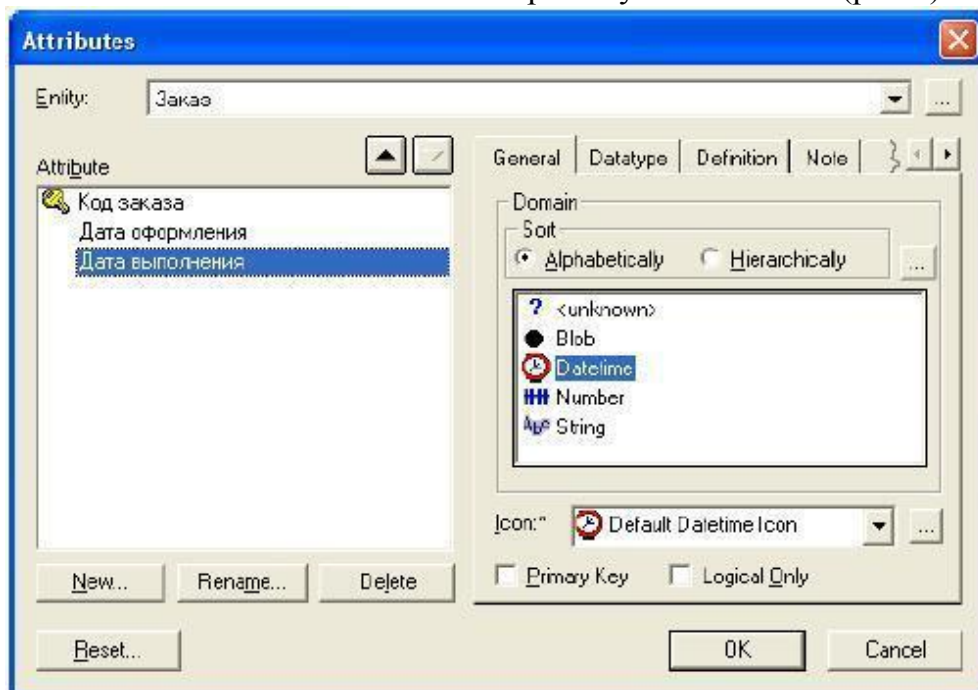

Рисунок 4. Окно атрибутов выбранной сущности
- После создания сущности ей нужно задать атрибуты. Для этого нужно дважды щелкнуть по ней или в контекстном меню выбрать пункт *Attributes* (рис.4).